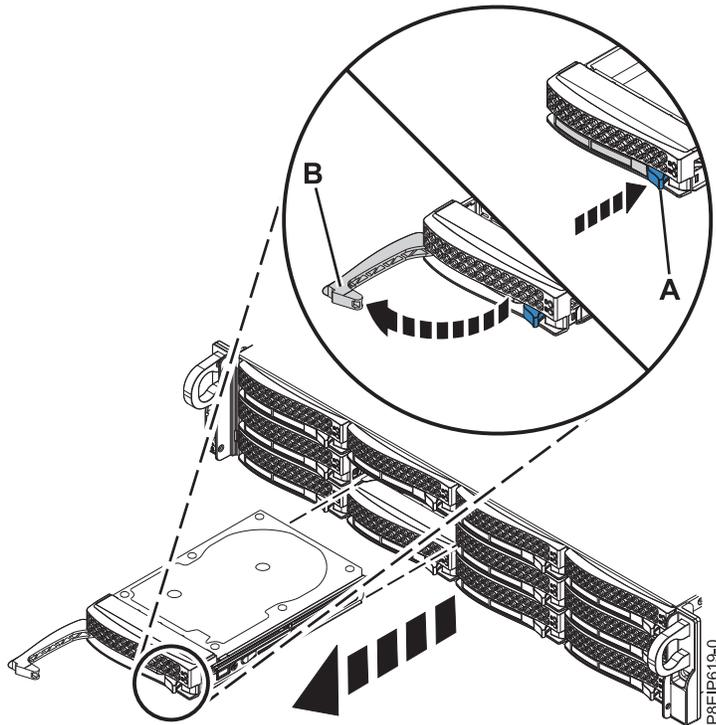

図 98. ドライブの取り外し
2. ハンドル・リリース (A) を押し込んで、ドライブ・ベイ・ハンドル (B) をアンロックします (100 ページの図 98 を参照)。ハンドル (B) が音を立てて手前に開きます。ハンドルが完全に開いていない